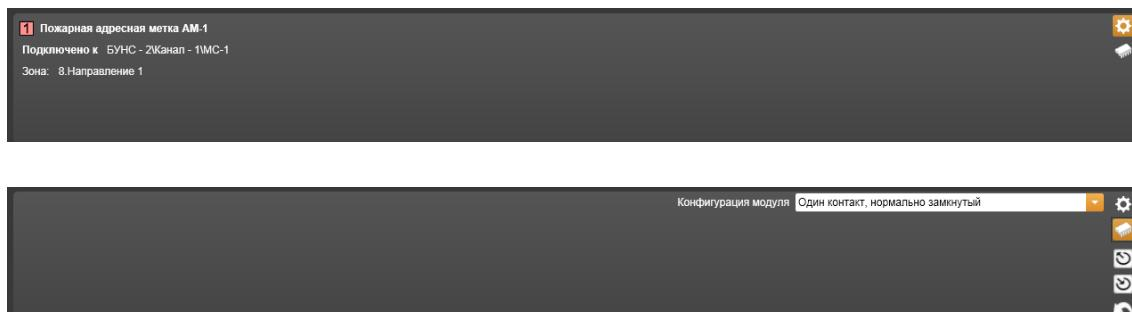

Рисунок 14.3.66 – Свойства Пожарной адресной метки АМ-1 (АМ-1П)
27) **Пожарная адресная метка АМ-1 (АМ-1П)** (Рисунок 14.3.66).
- – **Параметры по умолчанию** – значок, при щелчке на котором происходит считывание параметров из памяти компьютера в таблицу параметров текущей закладки (Нижний рисунок 14.3.66).